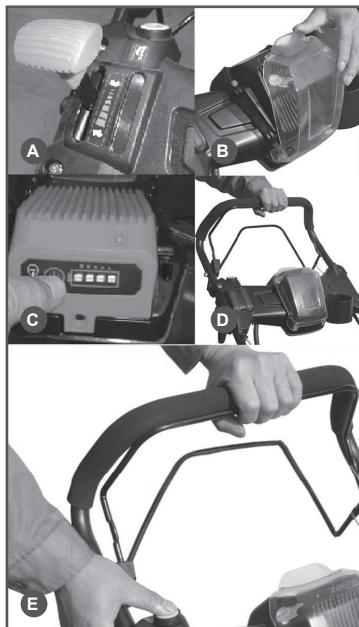

Рис. 9 Запуск двигателя электрическим стартером
1. Откройте крышку отсека и установите аккумулятор или проверьте, правильно ли установлен аккумулятор (Рис. 9В).
2. Рычаг газа установите в положение 1/3 шкалы увеличения оборотов двигателя (Рис. 9А).
3. Нажмите кнопку питания, показывающую состояние заряда аккумулятора, и убедитесь, что заряд аккумулятора достаточен – светятся 3 или 4 светодиода (Рис. 9С). При необходимости зарядите аккумулятор (раздел ОБСЛУЖИВАНИЕ АККУМУЛЯТОРА).
4. Нажмите и удерживайте рычаг остановки двигателя левой рукой (Рис. 9Д). Нажмите кнопку включения электрического стартера правой рукой (Рис. 9Е).
На газонокосилке предусмотрена регулировка скорости движения. Изменение скорости движения производится рычагом газа (Рис. 9А). Движение ручки газа вперед приводит к увеличению скорости движения газонокосилки.